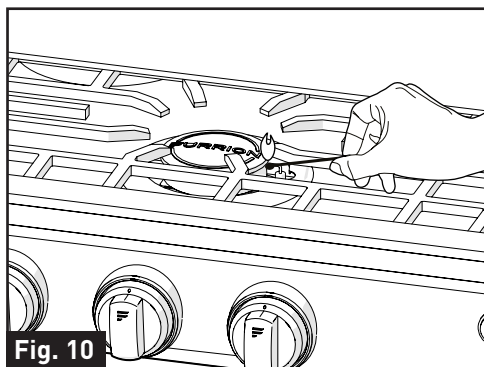

Fig. 10
4. **IMMÉDIATEMENT**, allumer et placer une allumette en bois (ou l'extension de l'allumette ou un briquet avec extension au butane) à travers les espaces dans la grille près des ports du brûleur pour allumer le brûleur. (Fig. 10)